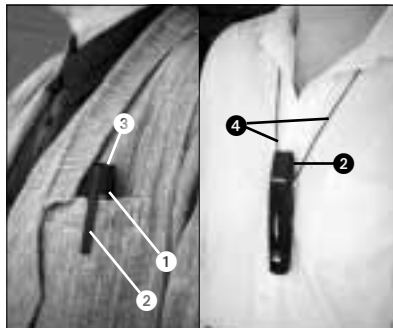

Fig. 4 : Fixation de l'émetteur
En l'absence de poche appropriée, accrochez la cordelière (4) au clip (2) et passez-la autour du cou (Fig. 4).